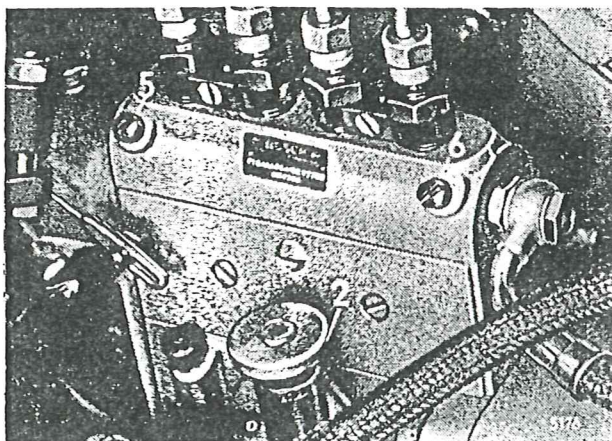

Fig. 21. Insprutningspump.
4. Lossa båda utluftningsskruvarna (5 och 6, fig. 21) några varv och pumpa med handpumpen (2) tills bränsle fritt från luftblåsor kommer fram ur luftskruvarna.